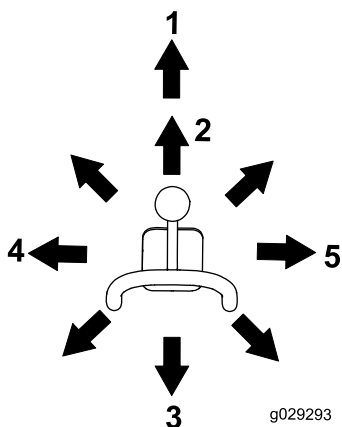

Figura 10
- Pentru a înclina dispozitivul de ataare în față, micăi încet maneta spre dreapta (Figura 10).
- Pentru a înclina dispozitivul de ataare în spate, micăi încet maneta spre stânga (Figura 10).
- Pentru a coborî braele încărcătorului, micăi încet maneta spre față (Figura 10).
- Pentru a ridica braele încărcătorului, micăi încet maneta spre înapoi (Figura 10).
- Pentru a coborî braele încărcătorului într-o poziție de blocare (deasupra solului), împingeți maneta complet înainte (Figura 10).